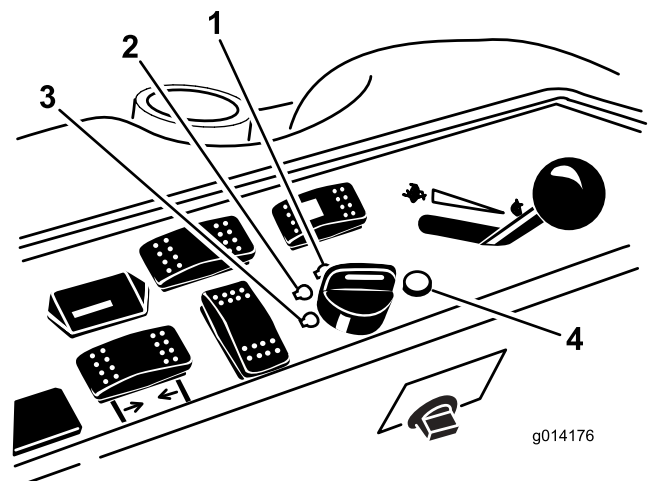

Bild 12
6. Drehen Sie den Zündschlüssel nach rechts in die Lauf-Stellung (Bild 12).
- Drehen Sie den Zündschlüssel auf die Aus-Stellung (Bild 12). Warten Sie, bis alle sich bewegenden Teile zum Stillstand gekommen sind, bevor Sie die Bedienungsposition verlassen.